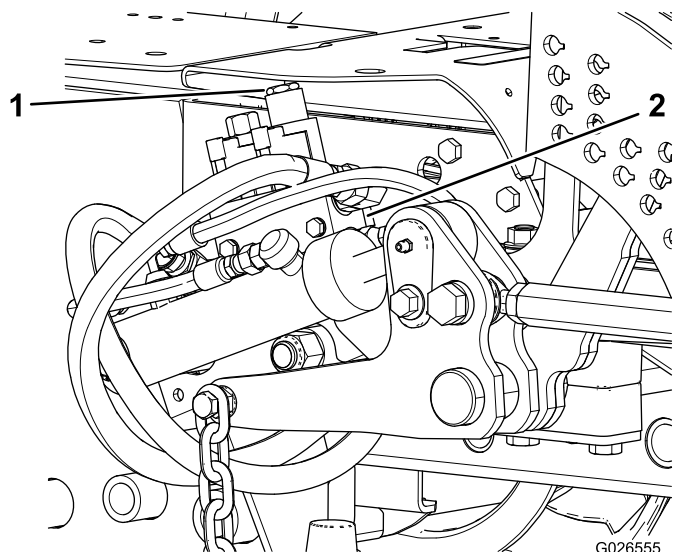

Bild 8
- A. Entfernen Sie die Mutter, mit der das Distanzstück bzw. die Spule am Stromspulenventil im Anschluss „A“ am Hubventilverteiler (Bild 8) befestigt ist.